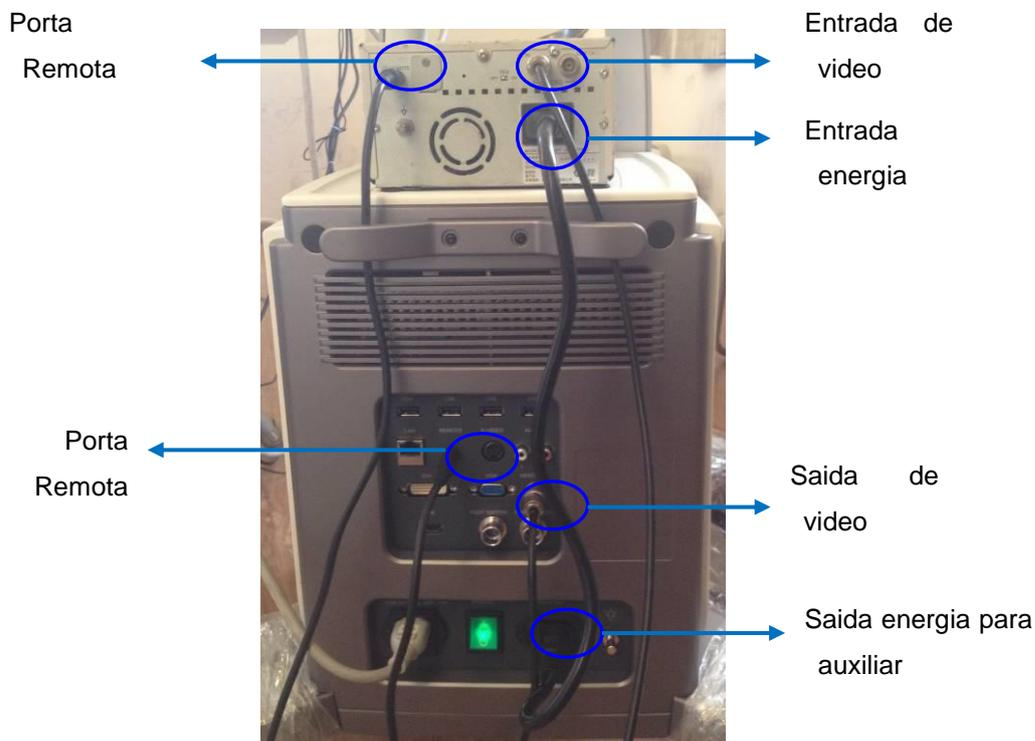

Fig.3-3
- 1) Precisa de três cabos: cabo remoto, cabo de sinal de vídeo, cabo de alimentação. Veja a figura na Fig.3-3.
- 2) Conecte o cabo remoto à porta remota no painel traseiro do sistema de ultra-som. Veja a figura na Fig.3-3.
- 3) Conecte o cabo de sinal de vídeo à porta de saída de vídeo no painel traseiro do sistema de ultra-som. Veja a figura na Fig.3-3.
- 4) Conecte o cabo de alimentação à saída de energia da rede auxiliar no painel traseiro do sistema de ultra-som. Veja a figura na Fig.3-3.